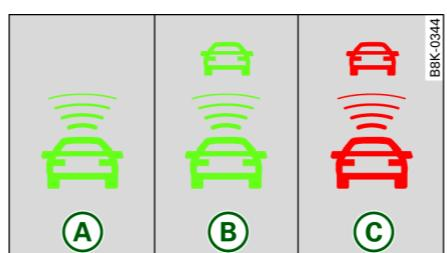

图 130 组合仪表：指示灯
- Ⓐ 前方无车辆：绿色指示灯 Ⓐ ⇒ 图 130 显示自适应巡航控制系统位于调节工作状态。识别到前方无行驶物体。会保持按已存储的期望车速行驶。
- (B) 跟车行驶: 绿色的指示灯 (B) 显示已识别出前方有行驶物体。根据前方车辆情况相应地控制车速。自适应巡航控制系统会自动使本车加速或制动。
- (C) 要求驾驶员接管: 闪烁的红色指示灯 (C) 表示 要求驾驶员接管驾驶。您身为驾驶员必须用脚制动器对本车制动。如果自适应巡航控制系统的减速制动能力不足以使本车与前行物体保持充分车距, 那么指示灯便会一直发亮。此外, 在指示灯开始闪烁的瞬间还会发出一个声音警告信号(报警锣音)。关于要求驾驶员接管驾驶的其它信息 ⇒ 第 104 页。